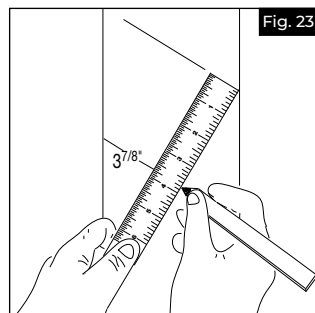

Fig. 23
- a. Trazar una marca a $3\frac{7}{8}$ " (9,84 cm) por debajo de la línea del pasamanos para establecer la ubicación del sujetador de montaje del soporte de pasamanos (Fig. 23).